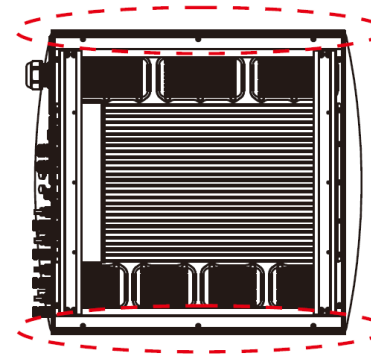

Рисунок 4.2 – Перемещение инвертора
2. Требуется два человека, чтобы извлечь инвертор из коробки. Радиатор инвертора образует ручки для удобного переноса инвертора. См. Рисунок 4.2 ниже.